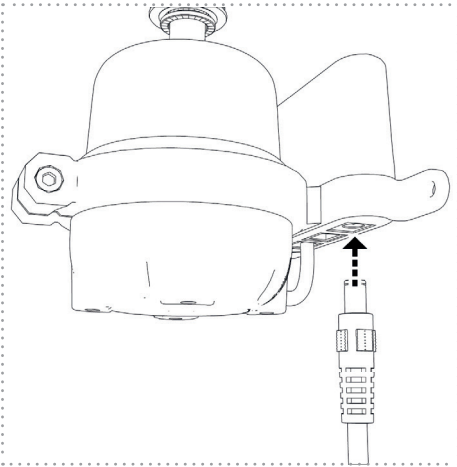

Abbildung: 20
5. Stecken Sie jetzt den Stecker des Anschlusskabels (Spannungsversorgung) in die davor vorgesehene Anschlussbuchse an der UV-Einheit (*Abbildung 20*).